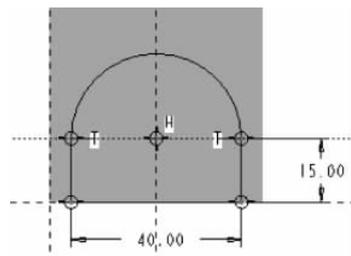
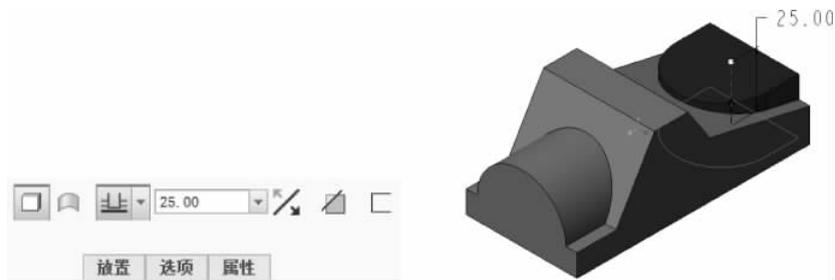

图 3-18 绘制草图
图 3-19 设置拉伸的深度值
⑤ 绘制草图，如图 3-18 所示，单击【完成】按钮 。
(2) 单击【形状】区域上的【拉伸】按钮 ，出现【拉伸】选项卡。
① 单击【图形】工具栏上的【已保存方向】按钮 ，切换视图为【标准方向】；
② 单击【盲孔】按钮 ，在【深度】文本框中输入“25”，如图 3-19 所示，单击【确定】按钮 。